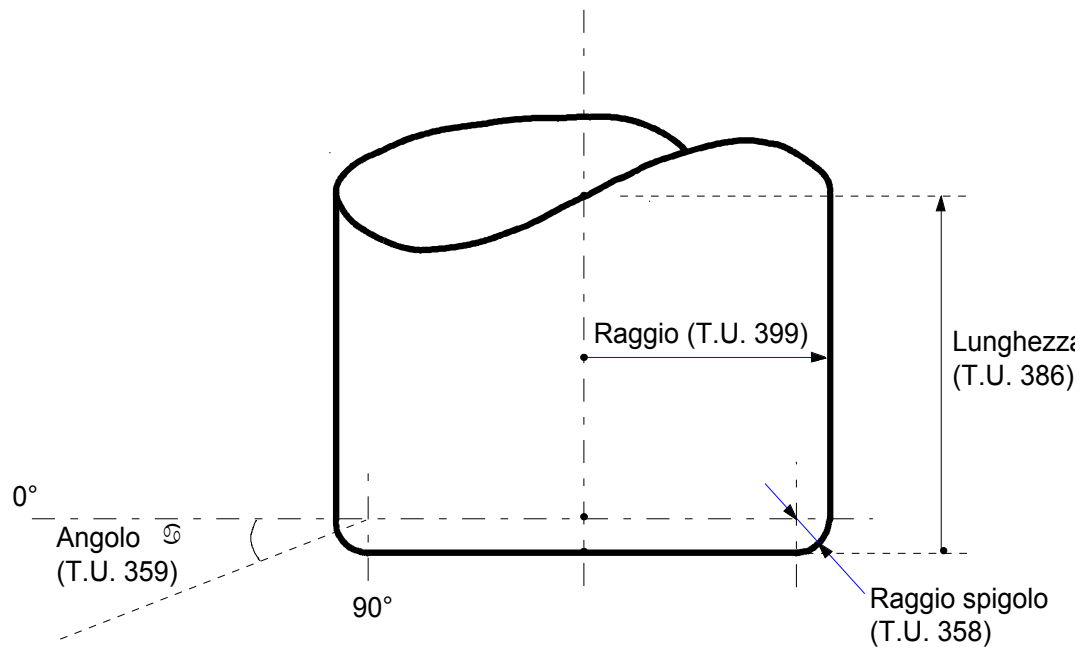

Fig. 2.5 Utensile di tipo toroidale
- n angolo di contatto tra lo spigolo di taglio ed il pezzo (coincidente con il parametro 359) - vedere fig. 2.5 e 2.6 .